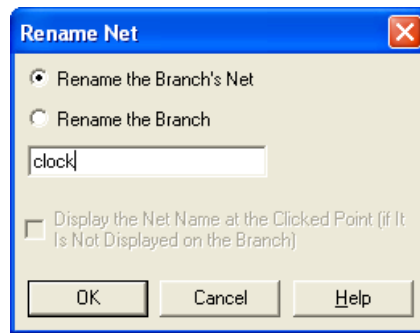
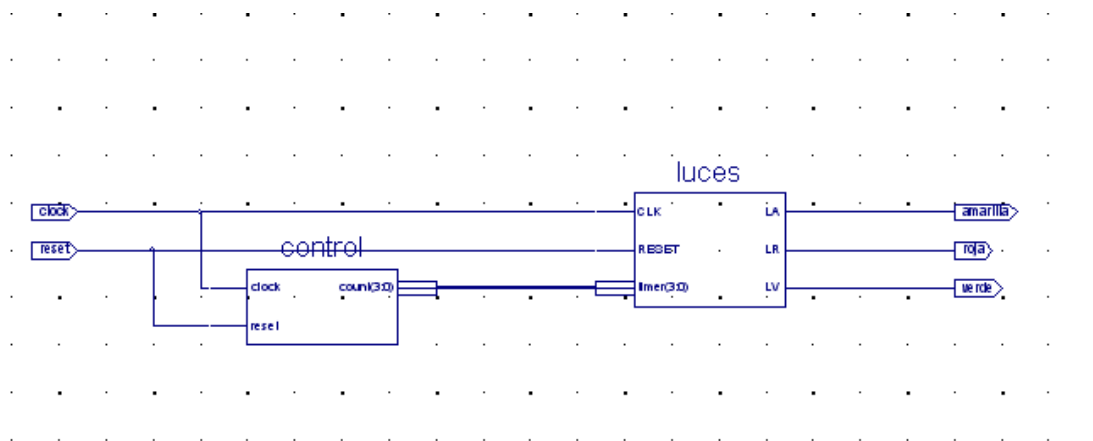

Figura 6.29. Renombrando los puertos de entrada y salida.
Figura 6.30. Módulo jerárquico “Top\_esq”
- Con el botón “Select” activo, de la misma barra de herramientas, renombre los puertos de entrada/salida dando “click” en la entrada o salida, con el botón derecho, y luego seleccione “Rename Port”, como se muestra en la figura 6.29. Repita este proceso y asigne los nombres a todos los puertos de entrada y de salida; el resultado final se encuentra ilustrado en la figura 6.30.